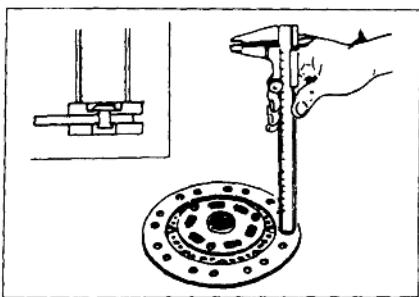

图 1-15
(1) 检查离合器从动盘衬片的磨损情况。使用深游标卡尺测量每个铆钉头沉入衬片表面的深度(见图 1-15)，其极限值为 0.3mm。
(2) 检查离合器从动盘花键的间隙和径向跳